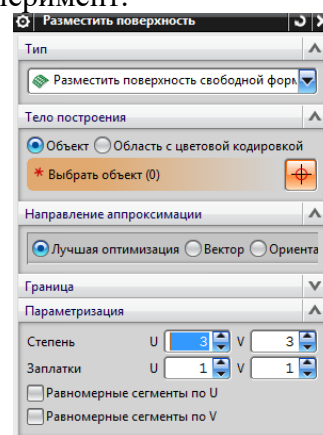

рис.4
- Вызываем команду «*Вставить \ Поверхность \ Разместить поверхность*» (рис.4). По этой команде, по набору ранее построенных точек мы строим **новую поверхность** (рис.5а, красный цвет). Исходная *экспресс – поверхность* и *новая поверхность* так похожи, и расположены так близко, что даже перекрывают друг друга.